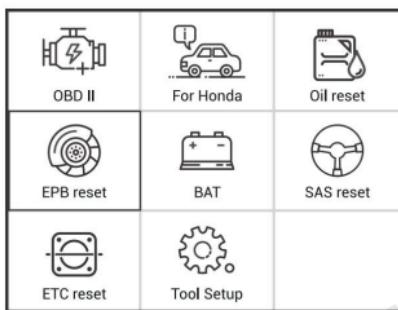

Figura 1
(1) Selectați [Brake Pad Replacement] direct din meniul cu nouă casete. (Figura 1)